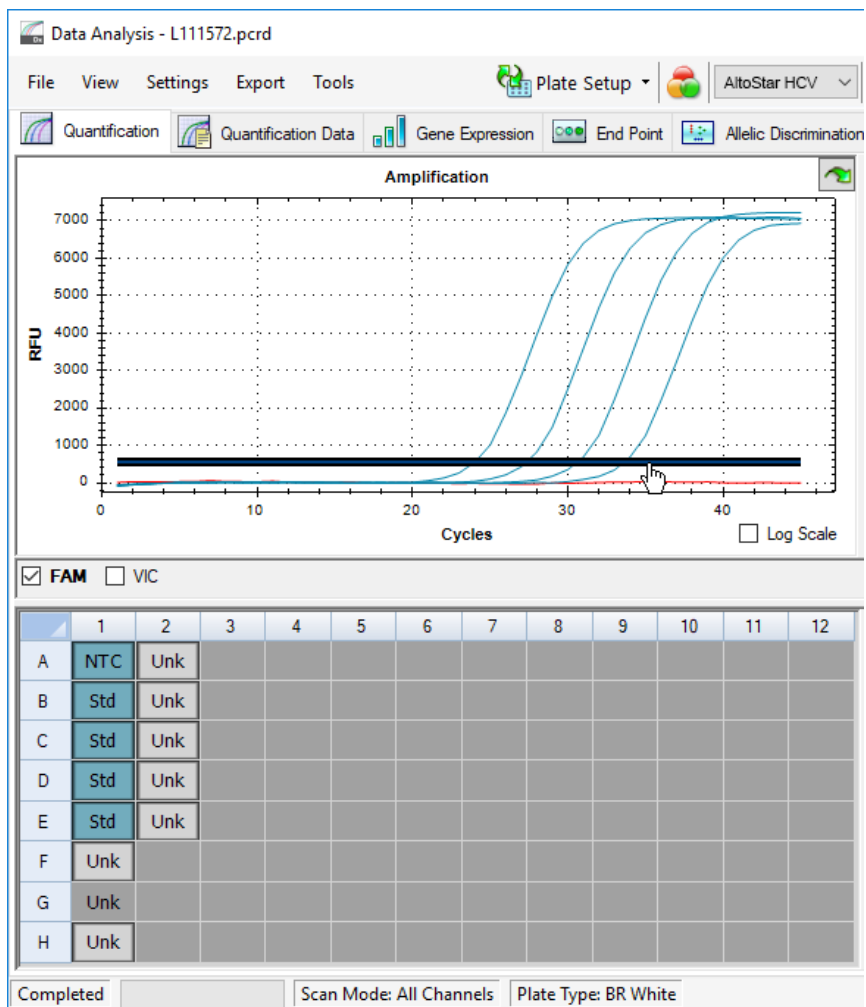

Figura 39: Ventana Data Analysis (análisis de datos): ajuste del umbral para FAM™
5. En la parte izquierda de la ventana **Data Analysis** (análisis de datos) quite la marca de la casilla de verificación **VIC** y marque la casilla **FAM** para el canal de detección del HCV objetivo (consulte la Figura 39).
6. Seleccione únicamente los pocillos que contienen el NTC y los estándares de cuantificación en la vista de placa de la ventana **Data Analysis** (análisis de datos) (consulte la Figura 39).